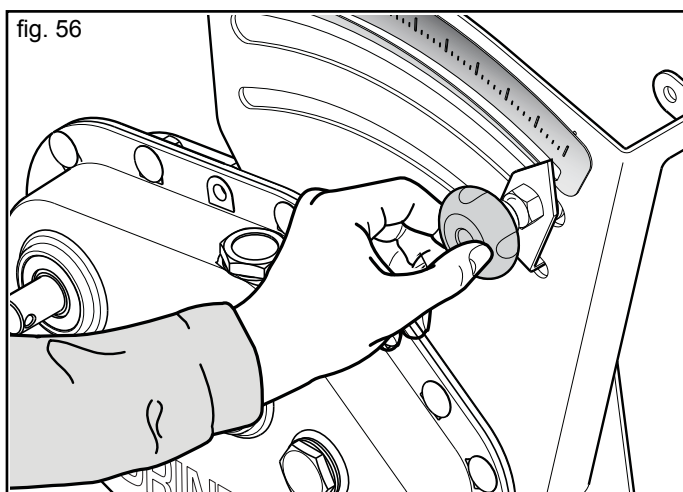

fig. 56
- 6) Desserrer la vis de fixation placée sur le régleur de la boîte de vitesse (Fig. 56)...